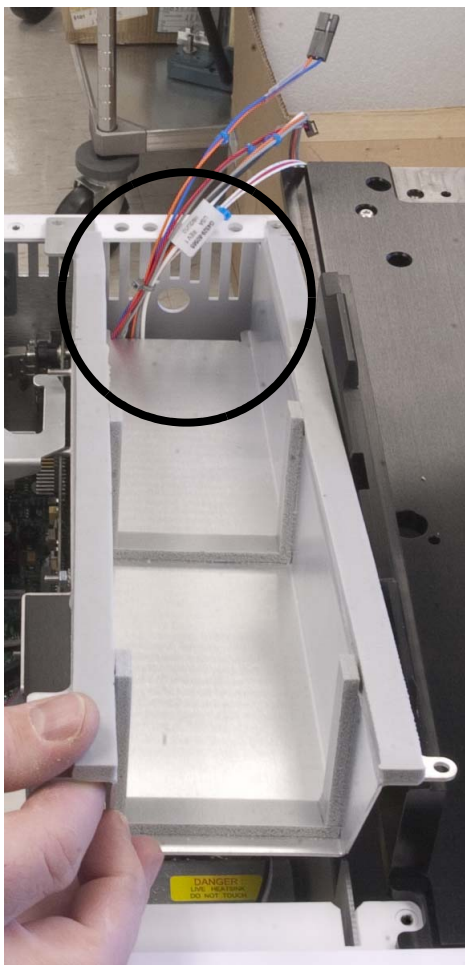

図 33 ペルチェ電源コントロールボードブラケットを取り付ける
- a** ケーブルを、ペルチェ電源コントロールボードブラケット背面の開口部に通します (図 33)。